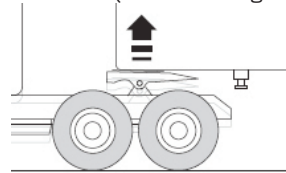

Figura-3
- 5-Ridicați cupla de tractare cu ajutorul suspensiei pneumatice până când semiremorca este ușor ridicată. (a se vedea figura 3)